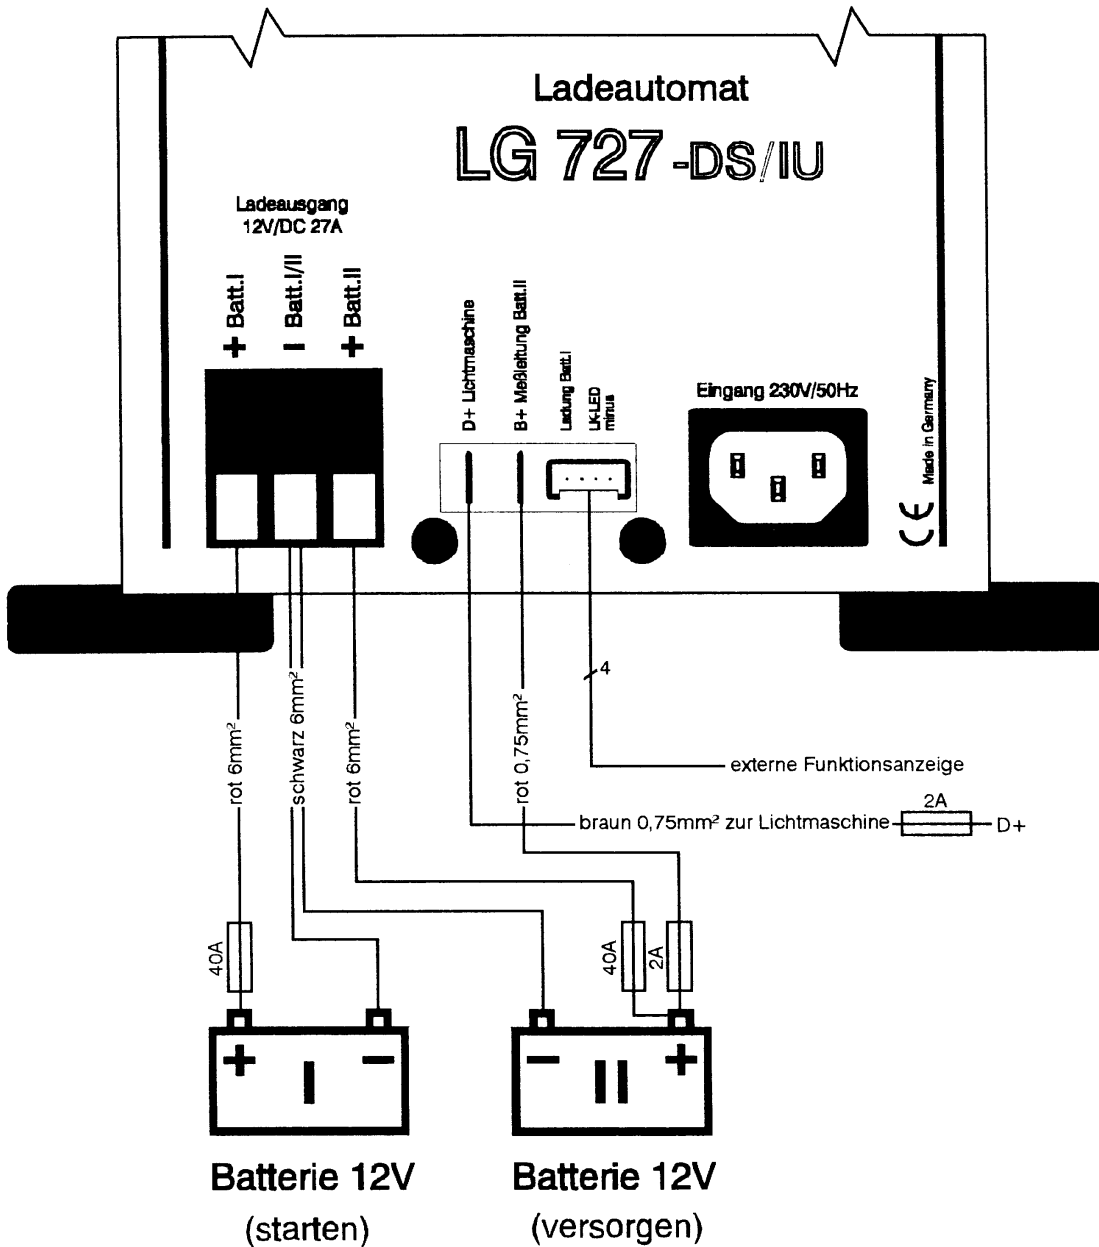

Bild 9: Anschlußplan
1. Schritt                      Schließen Sie das Gerät gemäß Anschlußplan (Bild 9) an die Versorgungsbatterie (Batterie II) an.
2. Schritt                      Schließen Sie das Gerät gemäß Anschlußplan (Bild 9) an die Starterbatterie (Batterie I) an.
3. Schritt            Schließen Sie das Gerät gemäß Anschlußplan (Bild 9) an die Lichtmaschine an.